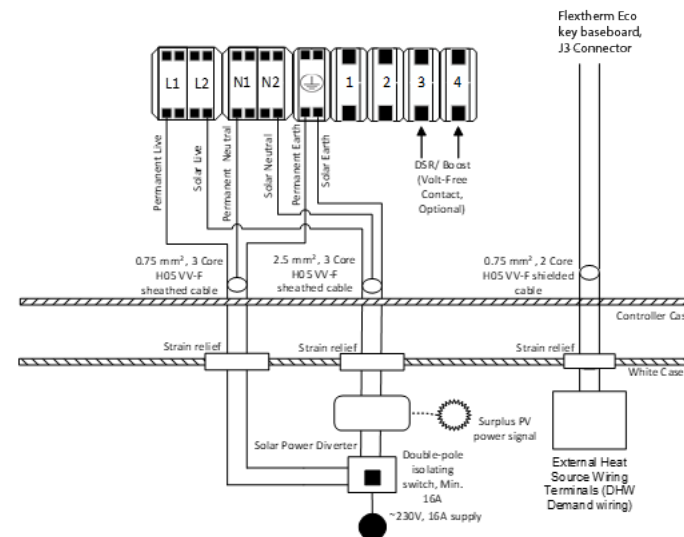

Abbildung 12 - Flextherm Eco G2 D Wärmebatterieverdrahtung mit Solarstromumleitung
- o Mit Energiemanager: siehe (Abschnitt 6.4.2, Abbildung 12).
Potenzielle Doppelspeisung - Trennen Sie immer beide Speisungen des Wärmebatterie-Reglers, bevor Sie an dem Gerät arbeiten. Vergewissern Sie sich, dass die Verbindungen 1 und 2 entfernt sind (siehe Abbildung 12) und dass der Ausgang des Reglers für die Stromumleitung modulierender Wechselstrom ist. Modulierende DC-Wechselrichter sind NICHT mit der Wärmebatterie kompatibel und ihre Verwendung stellt ein Brandrisiko dar.